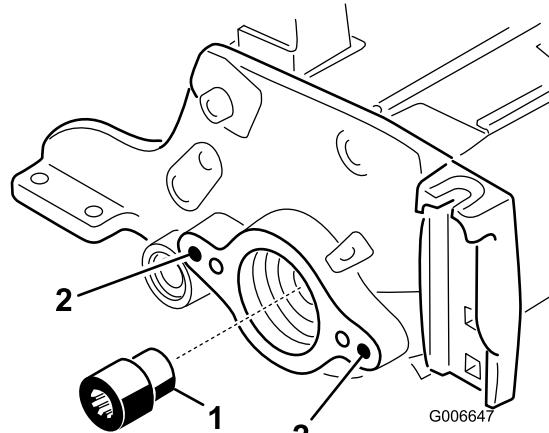

Figura 7
- Utilizando o utensílio do veio de transmissão do cilindro, retire o adaptador ranhurado da extremidade do motor do eixo do cilindro (Figura 7). Utilize o
- Instale o novo adaptador ranhurado (mais longo) no eixo do cilindro (Figura 7). Antes da instalação, aplique Loctite azul nas roscas do adaptador. Aperte com 85-95 ft-lb (115,2–128,8 Nm).
- Utilizando uma torneira de 3/8-16, retire a tinta dos orifícios de montagem externa em ambas as placas laterais, a esquerda e a direita (Figura 7).